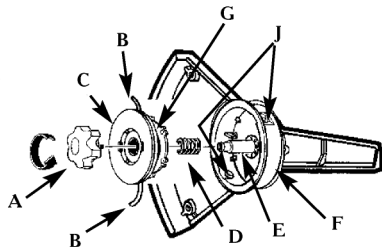

Рис. 15А
1. Поверните фиксирующую насадку (А) ПО ЧАСОВОЙ СТРЕЛКЕ и снимите ее (Рис. 15А).